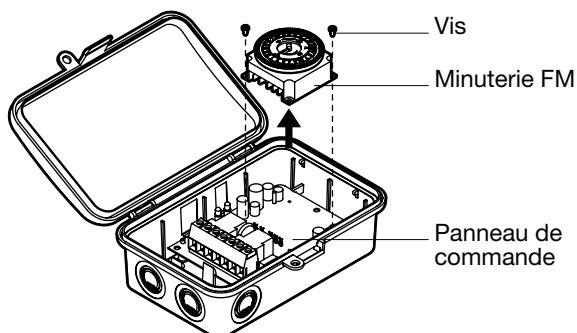
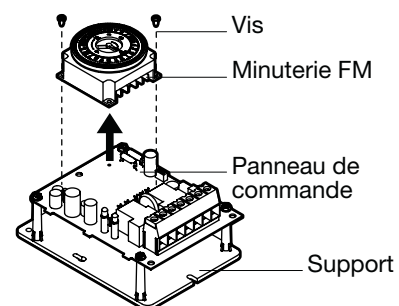

FIG. 3 Retrait de la minuterie FM (modèle avec boîtier)
FIG. 4 Retrait de la minuterie FM (Article DT-B en vente. Voir les instructions d'installation du DT-B.)
3. Il est possible d'installer le panneau de commande existant dans un boîtier (comme illustré à la FIG. 3, par exemple) ou de la fixer sur un support à l'intérieur du panneau de commande du groupe compresseur-condenseur (comme illustré à la FIG. 4, par exemple). L'installation du module ICUBE^{MC} est la même pour les deux exemples.
1. Retirer la minuterie FM du panneau de commande. Voir FIG. 3 ou FIG. 4.